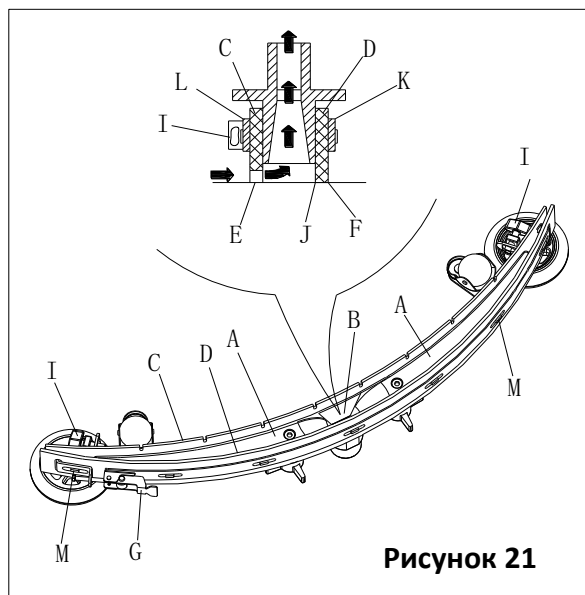
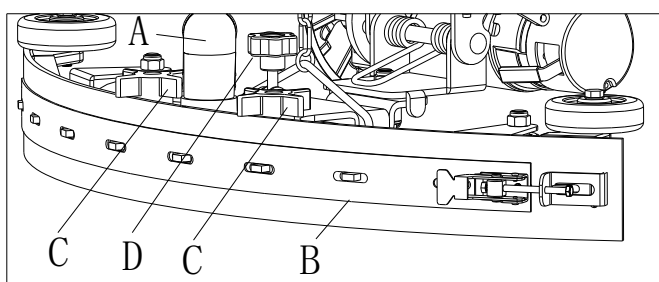

Рисунок 21
Рисунок 22
2. Убедитесь, что края (Е, Рисунок 21) переднего лезвия (С) и края (F) заднего лезвия (D) находятся на одном уровне, по всей длине; при необходимости отрегулируйте высоту в соответствии со следующей процедурой:
- Ослабьте хомут прижимной планки (G), снимите его с держателя (M) и отрегулируйте заднее лезвие (D), затем закрепите на держателе (M) и зафиксируйте хомут (G).
- Ослабьте винты (I) и отрегулируйте переднее лезвие (C), затем заверните винты.
3. Проверьте переднее лезвие (C) и заднее лезвие (D) на отсутствие износов, порезов и разрывов; при необходимости замените их в соответствии со следующей процедурой. Убедитесь, что передний угол (J) заднего лезвия (D) не изношен; при необходимости переверните лезвие, чтобы заменить изношенный угол целым углом. Если другие углы также изношены, замените лезвие скребка в соответствии со следующей процедурой:
- Ослабьте хомут (G), снимите с держателя (M) и снимите сдерживающую планку (K), затем замените/переверните заднее лезвие (D). Соберите скребок в обратном порядке.
- Открутите винты (I) и удалите фиксирующую планку (L), затем замените переднее лезвие (C). Соберите скребок в обратном порядке. После замены лезвия (или перевертывания), отрегулируйте высоту, как показано в предыдущем шаге.
4. Подсоедините вакуумный шланг (А, Рисунок 22) к всасывающему скребку.
6. При необходимости отрегулируйте скребок винтом (D).